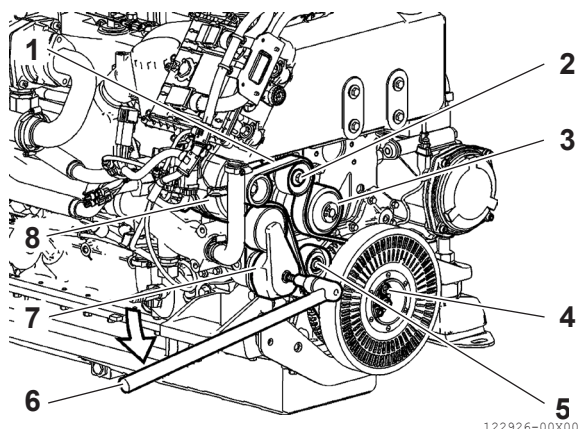

Bild 20
2. Ta bort remmen (**bild 20, (1)**) som verkar på den automatiska bältessträckaren (**bild 20, (7)**) med det avsedda verktyget (**bild 20, (6)**) från generatoren (**bild 20, (8)**), vattenpumpen (**bild 20, (3)**), remskivorna (**bild 20, (2)**) och (**bild 20, (5)**), vevaxelns remskiva (**bild 20, (4)**).
5. Använd det speciella verktyget (**bild 20, (6)**) på den automatiska bältessträckaren (**bild 20, (7)**) för att montera den nya remmen i driftläge.
6. Andra justeringar behövs inte. Remmens spänning justeras automatiskt av den kalibrerade fjädern i den automatiska bältessträckaren (**bild 20, (7)**).